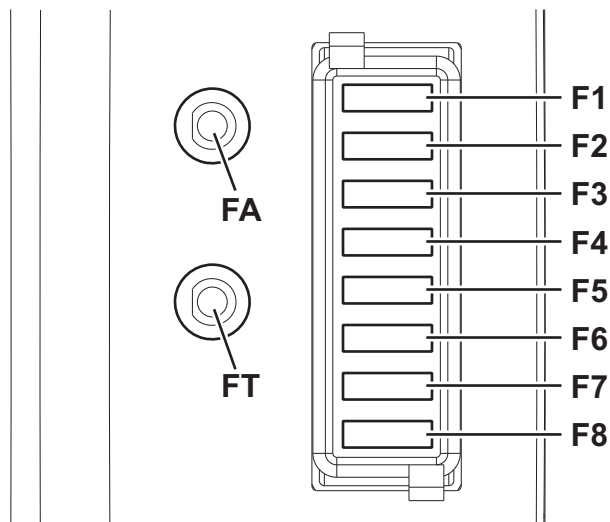

Figure 23
2. Tourner la clé de contact (72) sur "0".
3. Ouvrir le coffre (42).
4. Débrancher le connecteur (46) des batteries.
5. Enlever le couvercle de la boîte à fusibles (49).
6. Contrôler / remplacer le fusible concerné parmi les suivants (Fig. 23) :
7. Contrôler si le fusible concerné (50 et 51) parmi les suivants (Fig. 23) est déclenché :